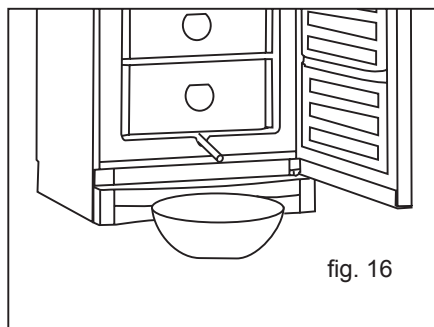

fig. 16
3. Trekk ut smeltevannsavløpsforlengeren nederst i skapet og sett en skål under (fig. 16). Er den frosset fast, kan du legge en klut som er vridd opp i varmt vann, på den i et par minutter.